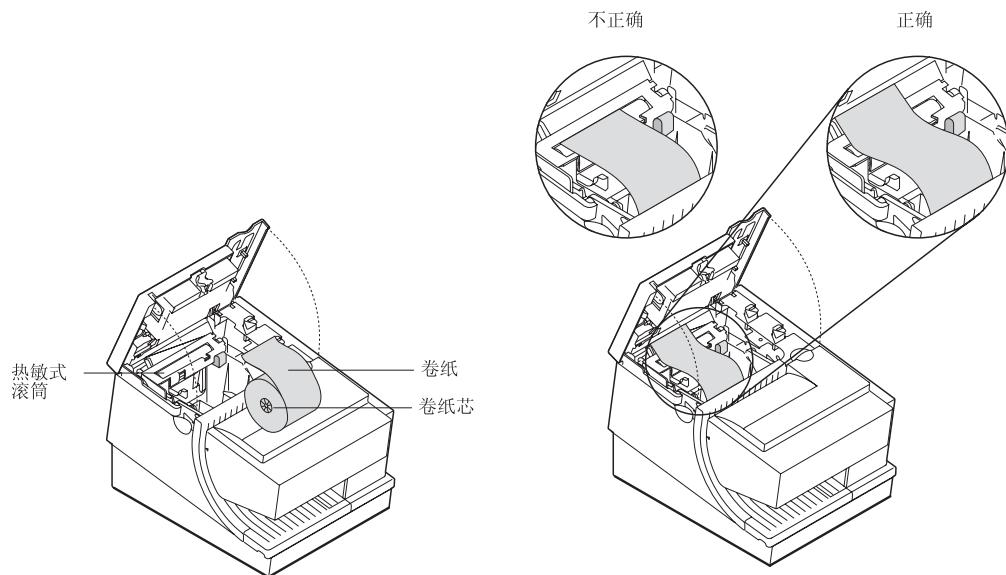

图 24. 打印纸装入路径 (型号 TI5 和 TG5)
3. 请参阅第 50 页的图 24，并如图所示，将纸卷装进打印机卷纸桶中。打印纸前导边应从打印机正面切入，并如图所示穿过纸卷筒的顶部。如果从卷纸轴底部进纸，打印纸上将打印不出任何内容。
4. 将打印纸的前导边放在金属导轨上。请参阅图 24。